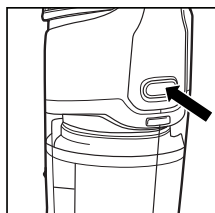

Fig. 1
1. Presione el seguro del depósito de polvo para retirar el depósito de polvo de la aspiradora (Fig. 1).